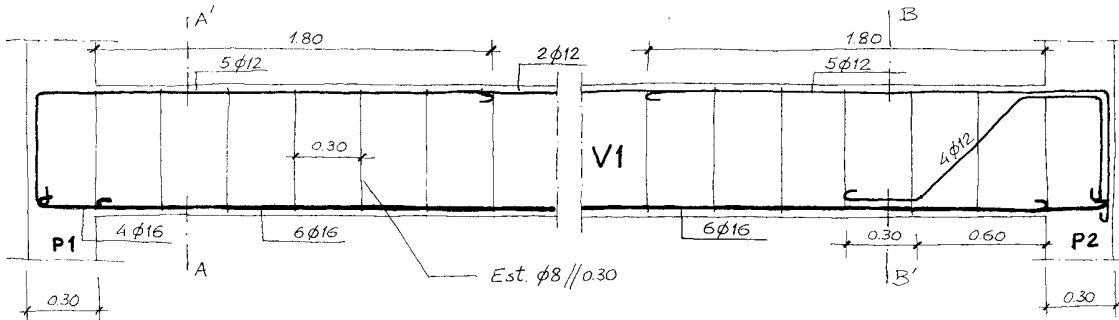

Figura 1
A **figura 1** representa, em esboço, um corte longitudinal de parte de uma estrutura de betão armado, onde se pode observar a armadura da viga **V1**.
1. Desenhe, com rigor, a representação do corte longitudinal da viga **V1** e da respectiva armadura, conforme o esboço da **figura 1**.